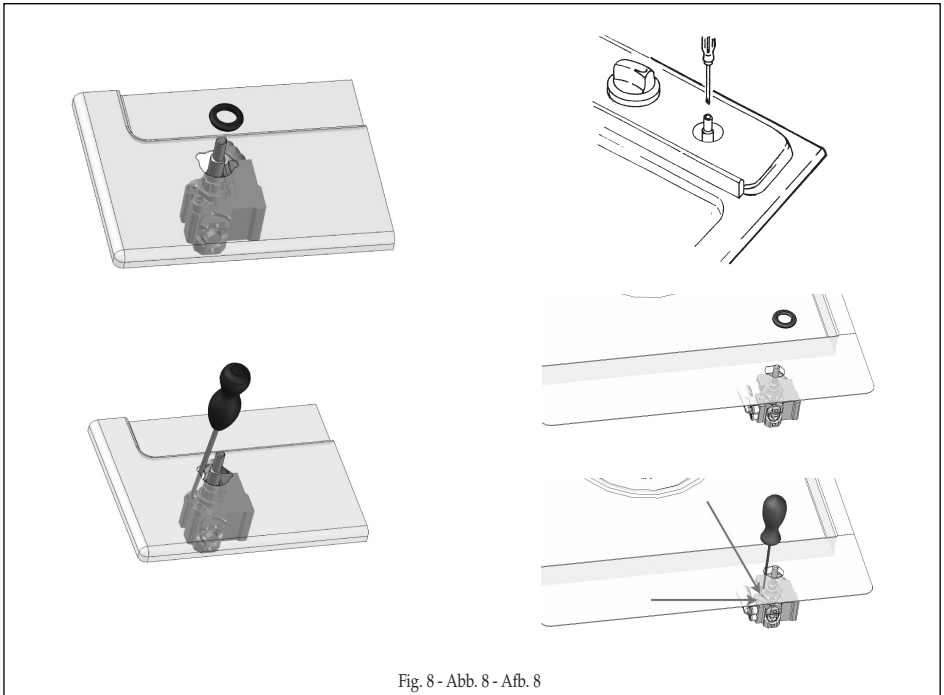

Fig. 8 - Abb. 8 - Afb. 8
- per la regolazione del minimo agire con opportuno cacciavite sulla vite posta sul rubinetto (Fig. 8) dopo averlo ruotato in posizione di minimo. Per GPL (butano/propano) avvitarlo a fondo.
- to adjust to the minimum, use a screwdriver on the screw placed on the tap (Fig. 8) after turning the tap to its minimum position. For LPG (butane/propane) screw tight.
- pour le réglage au minimum, tournez à l'aide d'un tournevis approprié la vis dans l'axe du robinet (Fig. 8) après avoir placé le robinet sur la position du minimum. Pour GPL (butane/propane) serrez à fond.
- bei der Einstellung des Mindestwertes, den Hahnhebel auf das Minimum drehen und die Einstellschraube am Hahn mit entsprechendem Schraubenzieher drehen (s. Abb. 8). Bei Betrieb mit Flüssiggas (Butan-/Propangas) Einstellschraube fest anziehen.
- para la regulación del mínimo, usar un destornillador apropiado en el tornillo puesto sobre la llave (Fig. 8) después de averlo girado en la posición de mínimo. Para GPL (Butano/propano) atornillar a fondo.
- teneinde het minimum in te stellen draait men met een schroevendraaier de schroef aan de kraan (z. afb. 8), nadat deze op het minimum gedraaid werd. Bij toestellen die op vloeibaar gas (butaan/propan) werken moet men de stelschroef vast aandraaien.
- para a regulação do mínimo agir com uma oportuna chave de parafuso colocado na torneira (Fig. 8) depois de o ter rodado à posição mínimo. Para GPL (butano/propano) ataraxar a fundo.